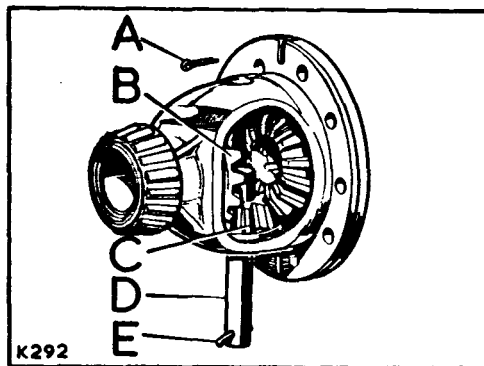

Fig. E1-57.- Eje de piñones de diferencial
6.02.- Introducir los satélites en la caja del diferencial y mantenerlos en posición con el eje de satélites. (Fig. E1-57).